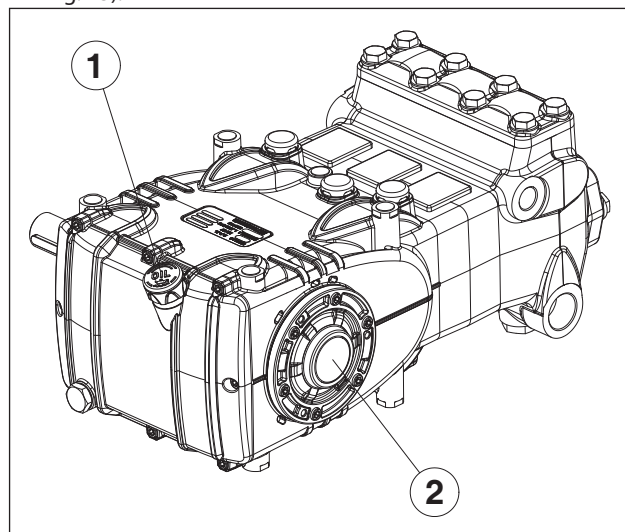

Fig. 13
- L'huile dans le carter de la pompe est au bon niveau, en la vérifiant avec la jauge prévue à cet effet (rep. ①, Fig. 13) et exceptionnellement avec le témoin de niveau (rep. ②, Fig. 13).